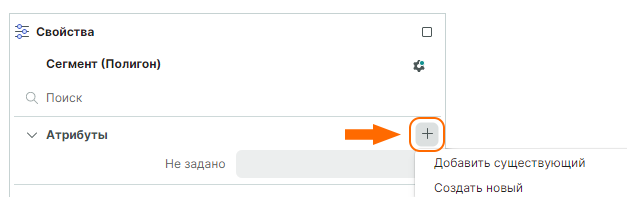

Рис. 325 Способы добавления атрибута
2. Перейдите в панель «Свойства» и в группе «Атрибуты» нажмите кнопку «Добавить атрибут», см. Рис. 325.